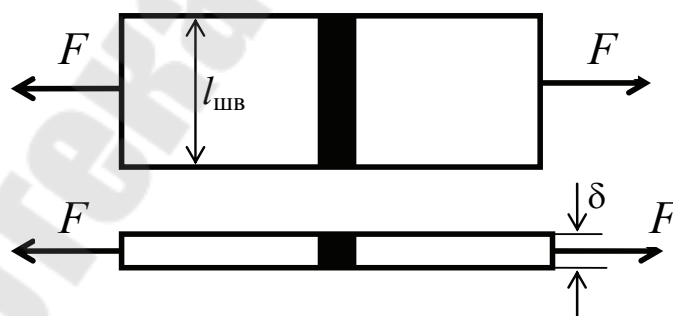

Рис. 24
1. На сварное стыковое соединение (рис. 24) действует сила  $F = 10$  кН. Определить требуемую длину сварного шва, если толщина  $\delta = 8$  мм, допускаемое напряжение на разрыв для сварного шва  $[\sigma'_p] = 234$  МПа.